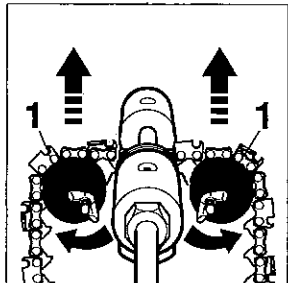

fig. 2
1- Far passare la catena attraverso i 2 supporti in plastica (1) (fig.2). Regolare l'altezza della catena facendo ruotare in modo opportuno i 2 supporti (1) (fig.2).